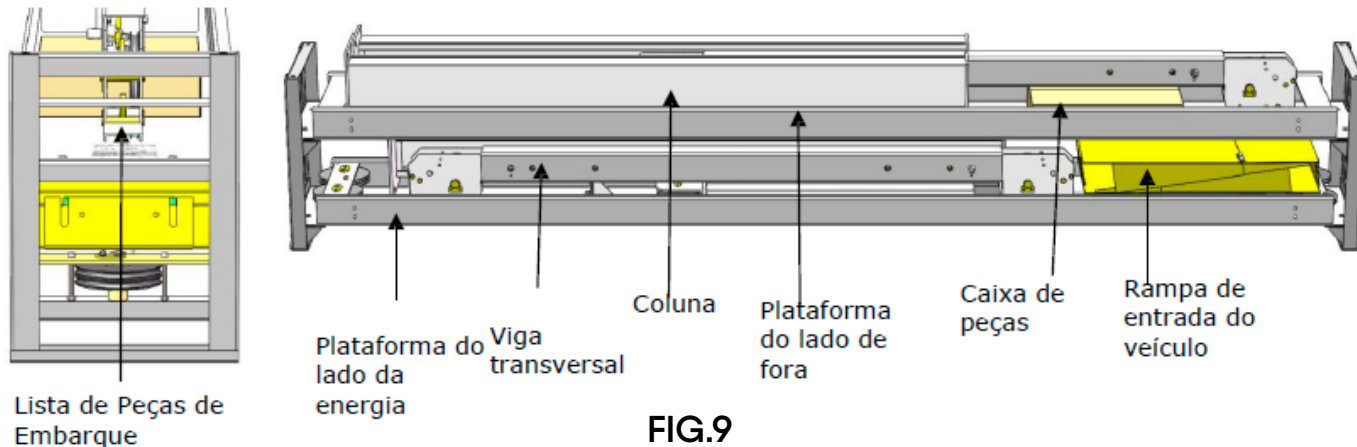

FIG.9
2. Mova o elevador para o lado com uma empilhadeira ou guincho, abra a embalagem e verifique as peças de acordo com a lista de remessa. (Ver Fig. 9).